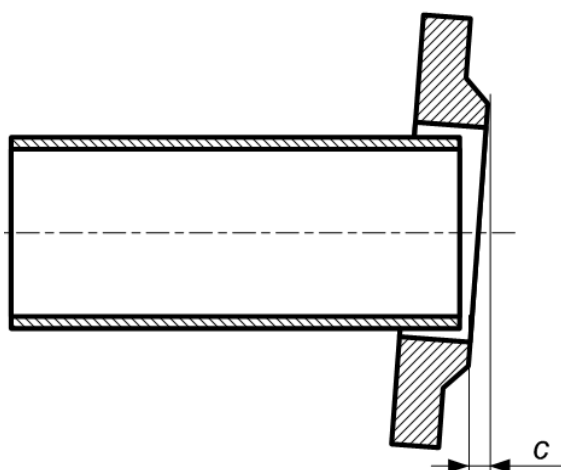

Рис.5. Допуск на перпендикулярность уплотнительной поверхности фланца.
3.3.2.3. Приварить фланцы к прямолинейным отрезкам трубы, обеспечивая перпендикулярность прилегающей к расходомеру (уплотняющей) поверхности фланца оси привариваемого отрезка трубы(рис.5).